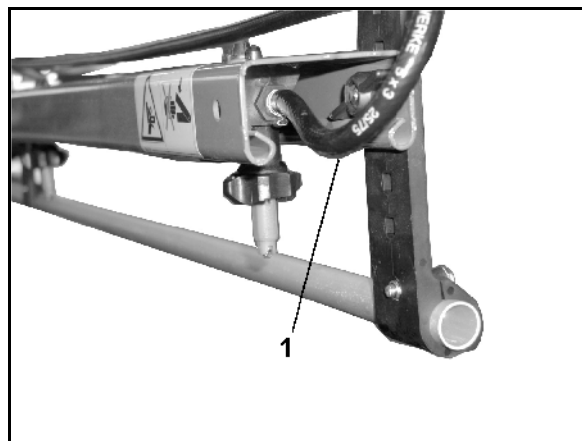

Fig. 105
- gør det muligt at opnå et permanent væskeomløb i sprøjteslangen, når trykomløbssystemet er koblet til. Hertil er der placeret en skylletilslutningsslange (Fig. 105/1) på hver delbredde.
- En skylletilslutningsslange (Fig. 105/1) pr. delbredde.